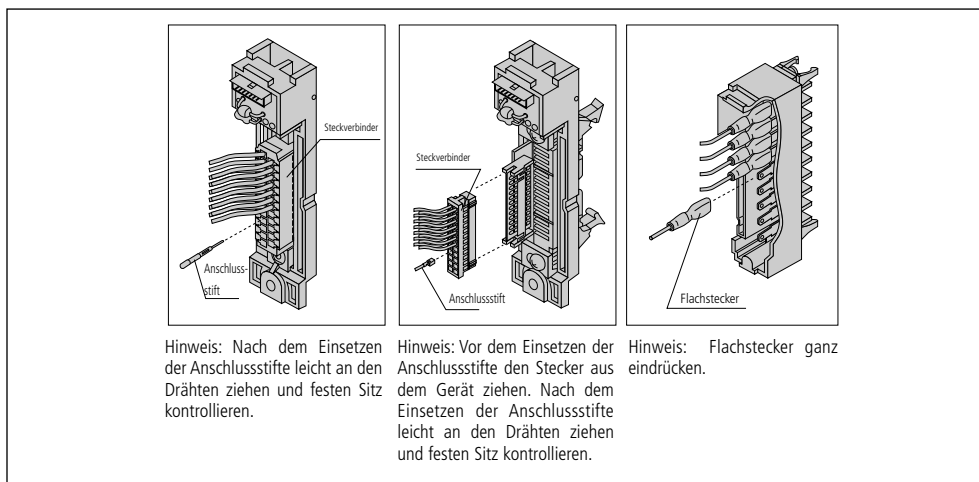

Abb. 21
Den neuen Verteilerblock an der U-Seite auf die DIN-Schiene setzen. Steckerverdrahtung (Abb. 21) siehe Schaltdiagramm.
**Hinweis: Magnetventil A schwarzer Draht, Magnetventil B weisser Draht (Abb. 21).**